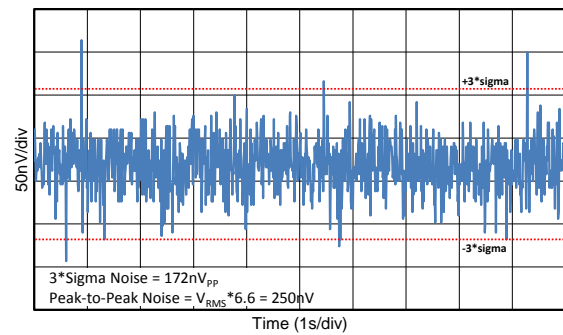

Figure 17. 0.1-Hz TO 10-Hz NOISE
0.1-Hz to 10-Hz Noise	Figure 17